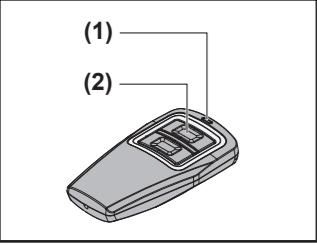
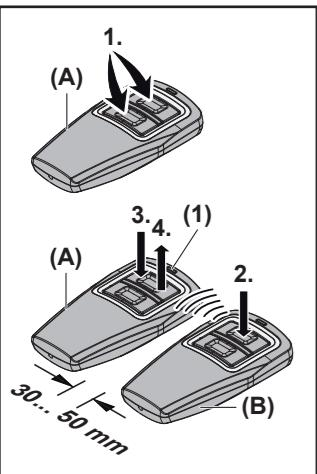

Fig. 1
Fig. 3
5.2 Utilisation de l'émetteur (fig. 1)
- Appuyez sur la touche (2) de l'émetteur. La fonction liée à cette touche (par exemple ouverture/fermeture de la porte) s'exécute.
5.3 Copie d'une fonction de touche (fig. 3)
(Vue d'ensemble de l'émetteur, voir fig. 1)